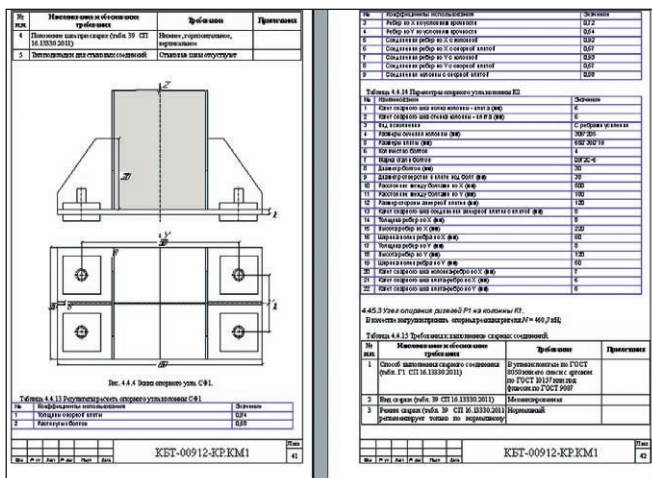

Рис. 11. Результаты расчета опорного узла в составе текстовой части раздела КР проектной документации, подготовленные средствами Гепард-А
6. Модуль формирования отчетов позволяет быстро подготовить результаты расчета для текстовой части раздела "Конструктивные и объемно-планировочные решения" проектной документации (рис. 11).